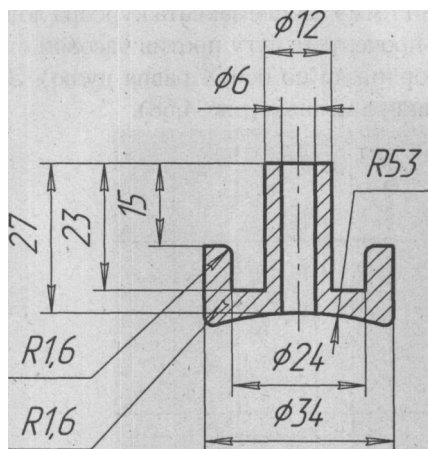
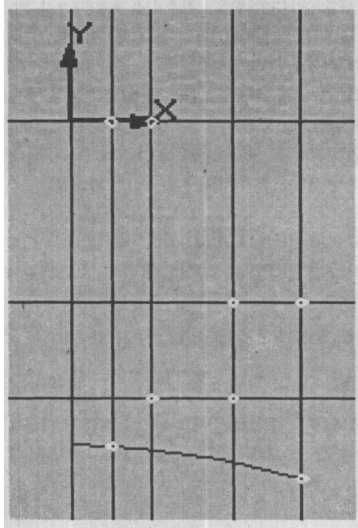

Рис. 4.67
Рис. 4.69
Масляная форсунка предназначена для охлаждения центральной части головки поршня. Она устанавливается в тронк, а снизу упирается в верхнюю головку шатуна. Чертеж масляной форсунки показан на рис. 4.67.
4. Нажмите кнопку **1Ш (Непрерывный ввод объектов)**, направьте курсор в точку пересечения дуги с крайней правой вертикальной прямой и щелкните мышью. Аналогичным способом отметьте характерные точки чертежа (рис. 4.67). Восьмая точка должна быть на дуге (рис. 4.69).